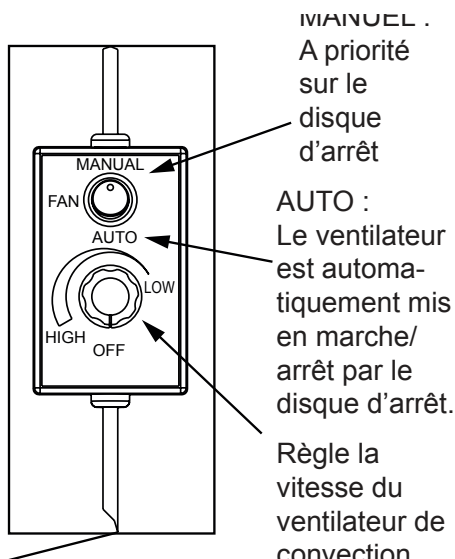

Figure 13.2
Le ventilateur refoulant peut être installé et mis en marche immédiatement. Le ventilateur refoulant est allumé et arrêté par un disque d'arrêt. Quand votre appareil atteint une température donnée, le ventilateur refoulant se met en marche. Il s'arrête quand l'appareil redescend à une certaine température. L'interrupteur sur le ventilateur refoulant doit être réglé à automatique pour utiliser cette caractéristique (**Figure 13.2**).
2. Le ventilateur refoulant est équipé d'un réglage de la vitesse. Pour changer la vitesse du ventilateur, tournez le réglage en sens horaire à « Low » (bas) ou en sens antihoraire à « High » (haut). **Figure 13.2**.